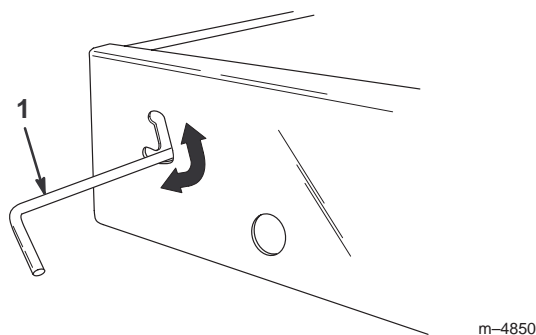

Figure 11
1. Poussez le verrou vers le haut de la fente découpée dans le châssis (Fig. 11).
3. Pour bloquer le plateau sur le châssis, poussez le verrou en bas de la fente (Fig. 11).